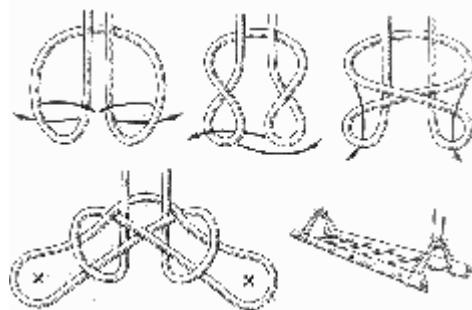

Рис. 78. Боцманский узел (испанский беседочный)
**Боцманский узел** (рис. 78). Этот старинный морской узел иногда называют “испанским беседочным”. Он так же, как и двойной беседочный, служит для подъема человека наверх или для опускания его с высоты.